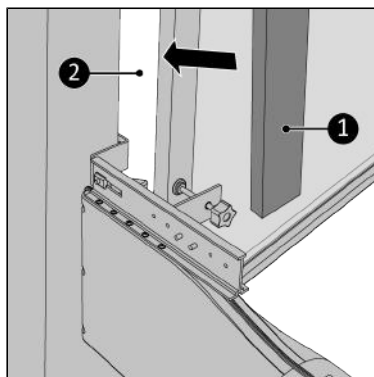

Abbildung 127.
17. Füllen Sie die Freiräume (Abbildung 127, Pos. 1) mit dem gelieferten Isolierschium (Abbildung 127, Pos. 2) auf, schneiden Sie den Schaum ab, falls notwendig\*.